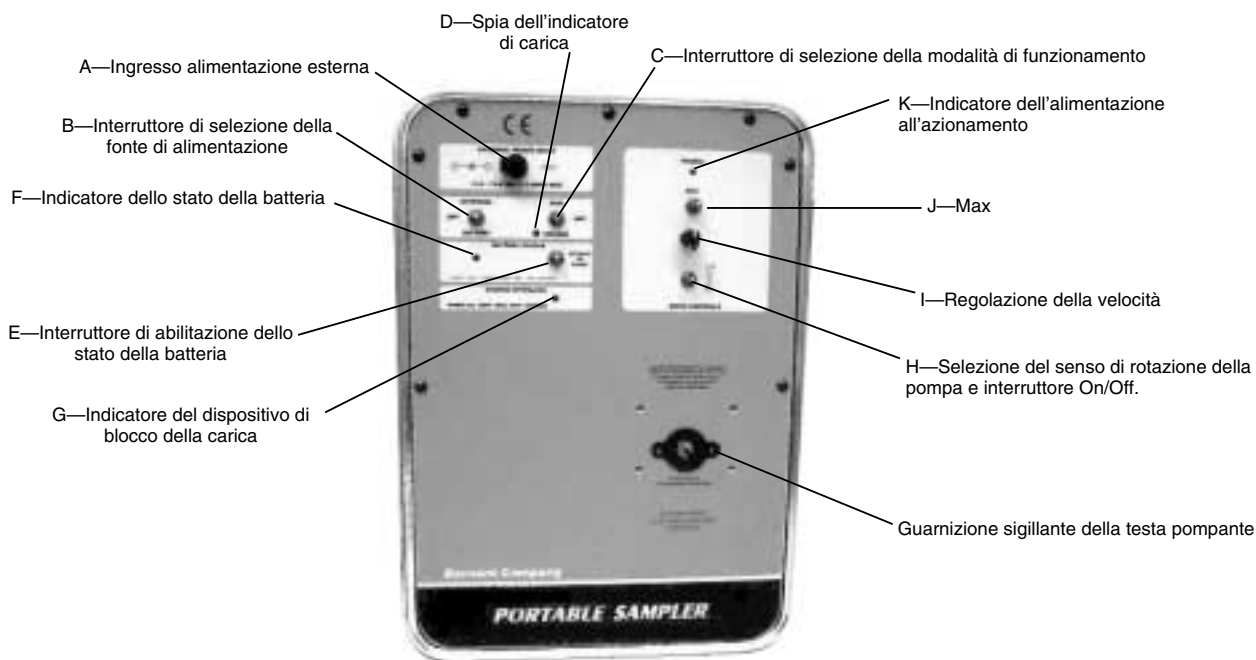

FIGURA 1 QUADRO COMANDI
- A. Collegare all'azionamento il convertitore di c.a.-c.c. in dotazione sollevando il coperchio del connettore di **INGRESSO DELL'ALIMENTAZIONE ESTERNA (A)** e innestando la spina coassiale da 2,5 mm nel connettore (vedi Figura 1).
- A. **Impostare l'interruttore di selezione della fonte di alimentazione (B), EXTERNAL/BATTERY (esterna/batteria),** alla posizione **BATTERY**.
- B. **Impostare l'interruttore di selezione della modalità di funzionamento (C), RUN/CHARGE (funzionamento/carica),** alla posizione **RUN**.
- C. **Selezionare l'interruttore On/Off e di selezione del senso di rotazione della pompa (H)** in senso orario o antiorario (*vedi* Figura 1). Prima di cambiare il senso di rotazione, disinnestare l'alimentazione, cioè impostare l'interruttore del senso di rotazione alla posizione di centro o Off.
- E. **Per adescare il tubo**, muovere l'interruttore **MAX (J)** verso l'alto o verso il basso per azionare la pompa alla massima velocità.
- A. **Impostare l'interruttore di selezione della fonte di alimentazione (B), EXTERNAL/BATTERY (esterna o da batteria),** alla posizione **BATTERY**.
- C. **Selezionare l'interruttore On/Off e di selezione del senso di rotazione della pompa (H)** in senso orario o in senso antiorario (*vedi* Figura 1). Prima di cambiare il senso di rotazione, disinnestare l'alimentazione, cioè impostare l'interruttore del senso di rotazione alla posizione di centro o Off.
- A. **Impostare l'interruttore di selezione della fonte di alimentazione (B), EXTERNAL/BATTERY (esterna/batteria),** alla posizione **EXTERNAL**.
- E. **Per adescare il tubo**, muovere l'interruttore **MAX (J)**, verso l'alto o verso il basso per azionare la pompa alla massima velocità.
- D. Selezionare l'interruttore **On/Off** e di selezione del senso di rotazione della pompa **(H)** in senso orario o in senso antiorario (vedi Figura 1). Prima di cambiare il senso di rotazione, disinnestare l'alimentazione, cioè impostare l'interruttore del senso di rotazione alla posizione di centro o Off.
- F. Per adescare il tubo, muovere l'interruttore **MAX (J)**, verso l'alto o verso il basso e tenerlo in posizione per azionare la pompa alla massima velocità.
- A. **Collegare il convertitore di c.a.-c.c. in dotazione** sollevando il coperchio del connettore di **INGRESSO DELL'ALIMENTAZIONE ESTERNA (A)** e innestando la spina coassiale da 2,5 mm nel connettore (vedi Figura 1).
- C. **Impostare l'interruttore di selezione della modalità di funzionamento (C), RUN/CHARGE (funzionamento/carica),** alla posizione **CHARGE**.
- A. **Collegare** la fonte di alimentazione esterna sollevando il coperchio del connettore di **INGRESSO DELL'ALIMENTAZIONE ESTERNA (A)** e innestando la spina coassiale da 2,5 mm nel connettore (vedi Figura 1).